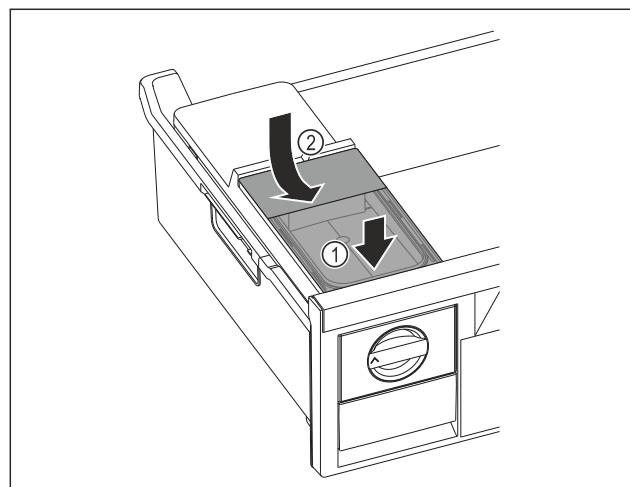

Fig. 43
- Помістити бак для води спереду. Fig. 43 (1)
- Опустити бак для води ззаду. Fig. 43 (2)